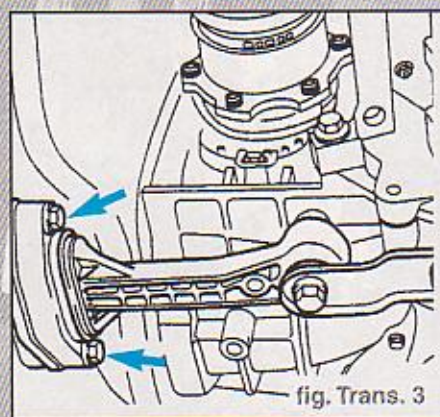

fig. Trans. 3
- Desserrer les vis d'appui de la BV sur le châssis auxiliaire (fig. trans. 3).